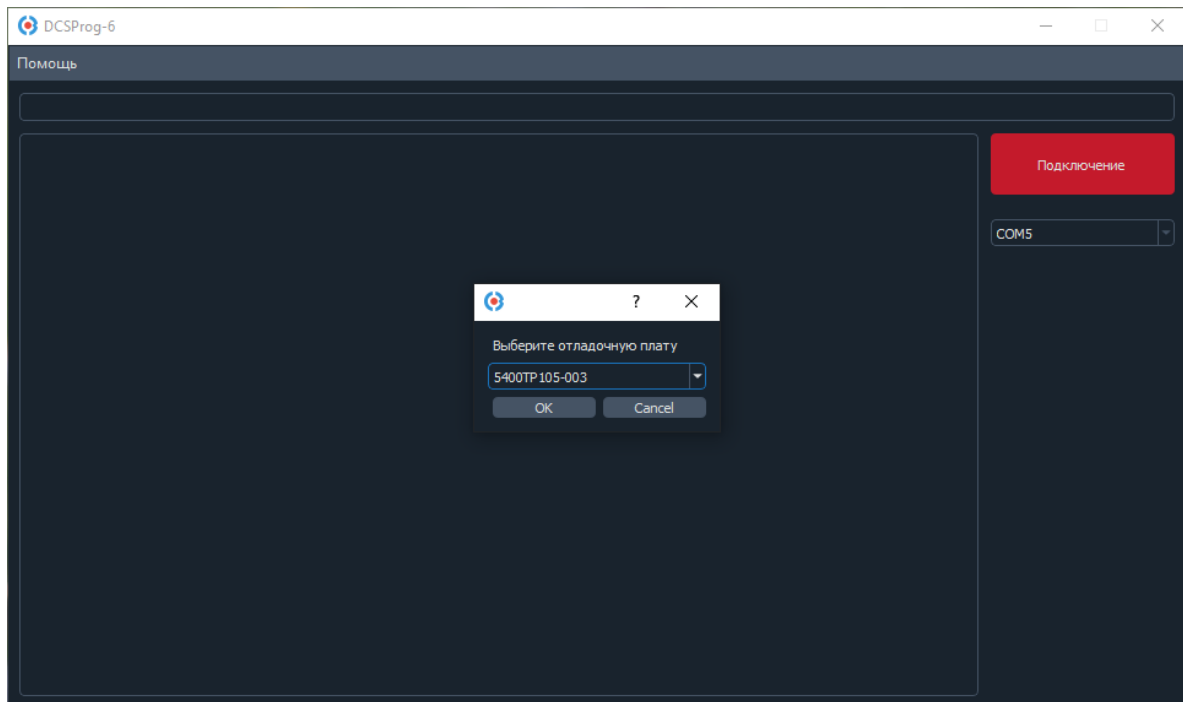

Рисунок 3. Завершение идентификации через диалоговое меню
4. Произвести принудительную идентификацию. В приложении DCSProg6.exe необходимо нажать сочетание клавиш *Ctrl+F12* и в окне выбрать микросхему «5400TP105-003» (Рисунок 3).